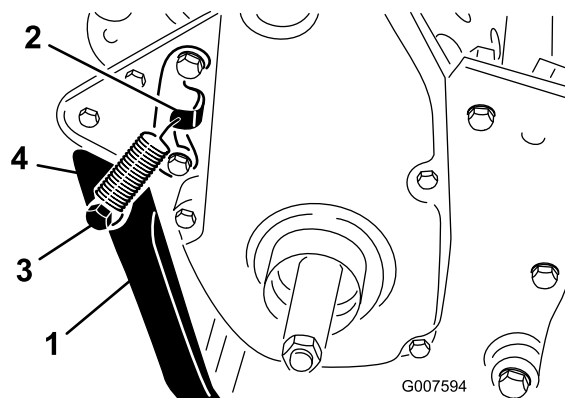

Figure 6
2. Accrochez le ressort au trou de la patte d'accrochage du ressort et au goujon, et alignez les trous de montage de la béquille sur ceux du cadre arrière (Figure 6).
3. Montez la béquille de chaque côté du cadre à l'aide d'un boulon, d'une entretoise, d'une rondelle plate et d'un contre-écrou (Figure 6).